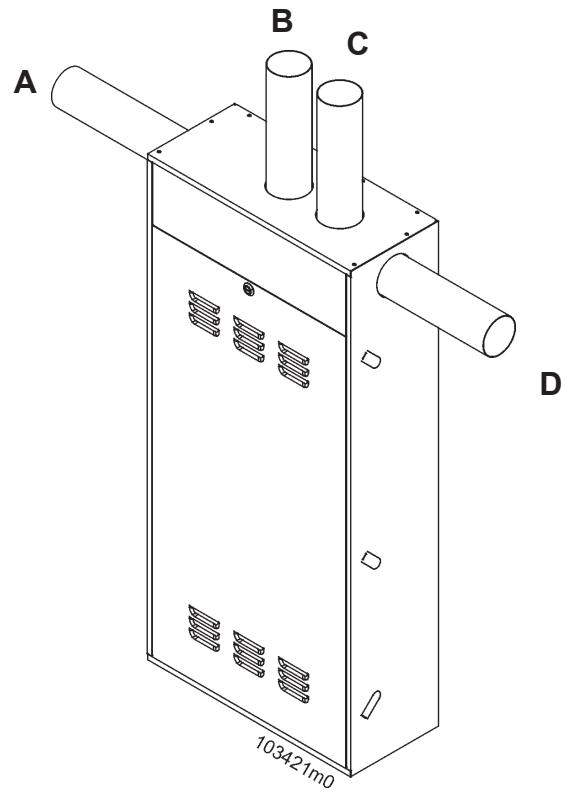

Figura 5-18 - Possibilità di orientamento dello scarico e della aspirazione con condotto separato.
In Figura 5-18 sono mostrate le possibilità di scarico/ aspirazione con sistema sdoppiato.
Le combinazioni che si possono ottenere con lo scarico/ aspirazione sono (fare riferimento alla Figura 5-18):
- 1.- scegliere il lato dell'apparecchio dal quale si vogliono scaricare i fumi ed aspirare l'aria (vedi figura 5-18);